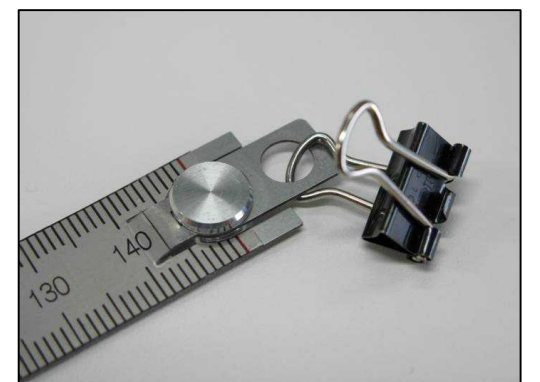

Fig. 6 A Clip is Attached to the Scale End.
- 2) スケール端の穴部が接地面より1.5[mm]浮かせてあることにより、クリップ等の留め具を穴に装着している場合でもスケールが浮くことなく計測が可能。(Fig.6)